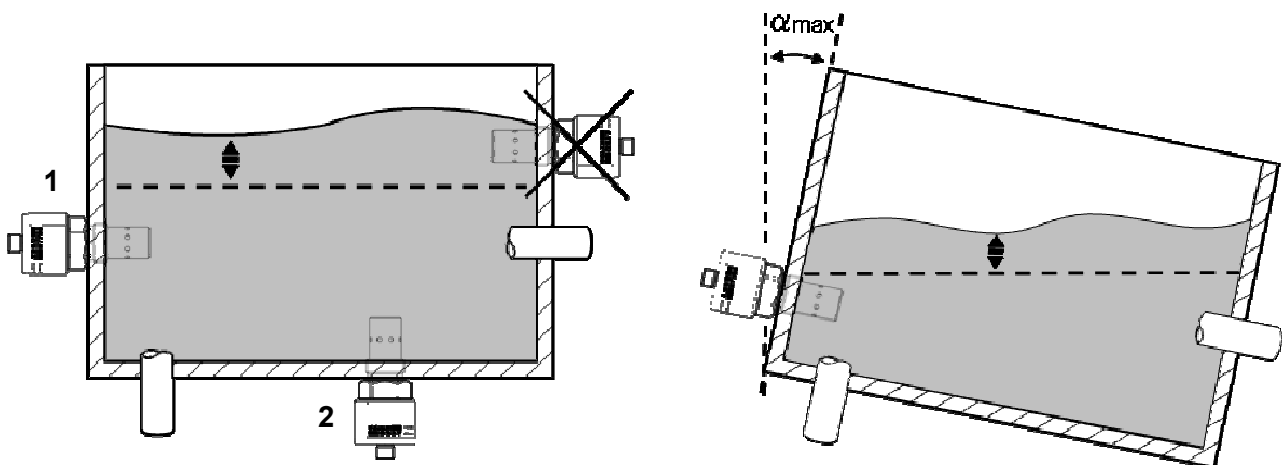

Abbildung 2.2: Einbaubeispiel einer korrekten und falschen Montage des Sensors in einen Öltank
- Wenn das Öl im Tank unzureichend durchmischt wird, besteht die Möglichkeit, dass sich freies Wasser am Boden absetzt. Der Sensor an Position 1 würde das freie Wasser daher nicht detektieren. In diesem Sonderfall wäre die Einbauposition 2 zu empfehlen (vgl.: Abbildung 2.2).